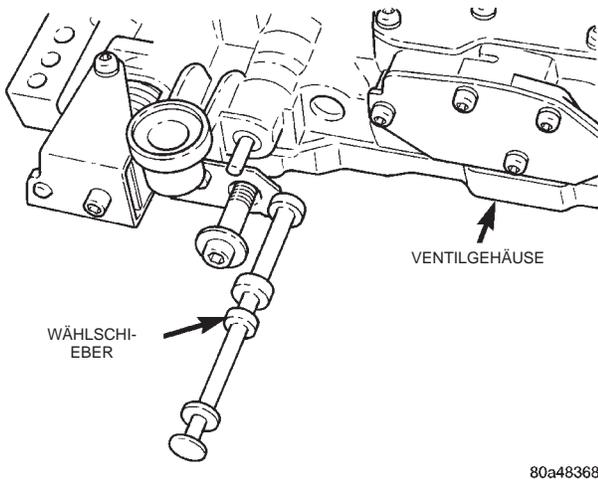

Abb. 43 Wählschieber
(7) Wählschieber aus dem Ventilgehäuse ausbauen (Abb. 43).